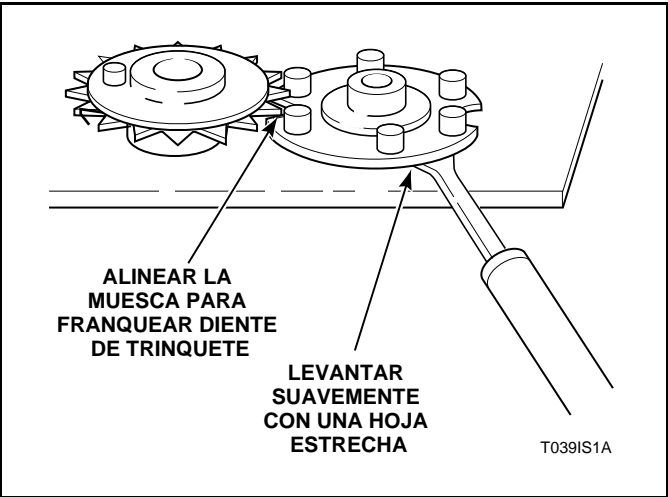

Figura 18
1. Girar la leva a mano hasta que la muesca “V” quede alineada debajo del diente del trinquete; véase la *Figura 18*.